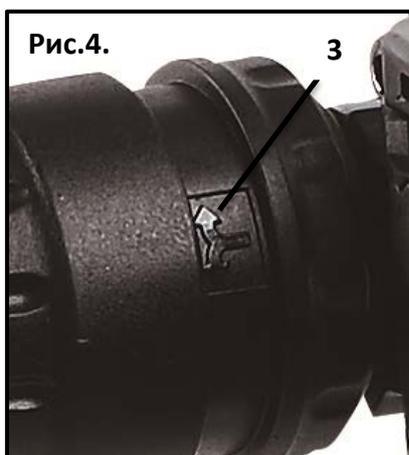

Рис.4.
Зубило SDS max можно зафиксировать в 12 положениях. Таким образом, вы можете настроить оптимальное рабочее положение для каждого применения. Вставьте зубило в держатель инструмента. Подвиньте ограничительное кольцо (**3**)рис.4 вперед и поверните пилу в нужное положение при помощи ограничительного кольца (**3**). Отпустите ограничительное кольцо (3) и заверните зубило до щелчка.